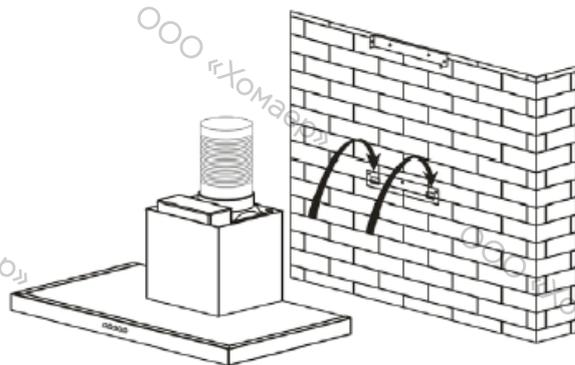

рис. 4
- Установите и закрепите на кронштейне корпус вытяжки, используя предназначенные для этого винты из комплекта поставки (рис. 4).